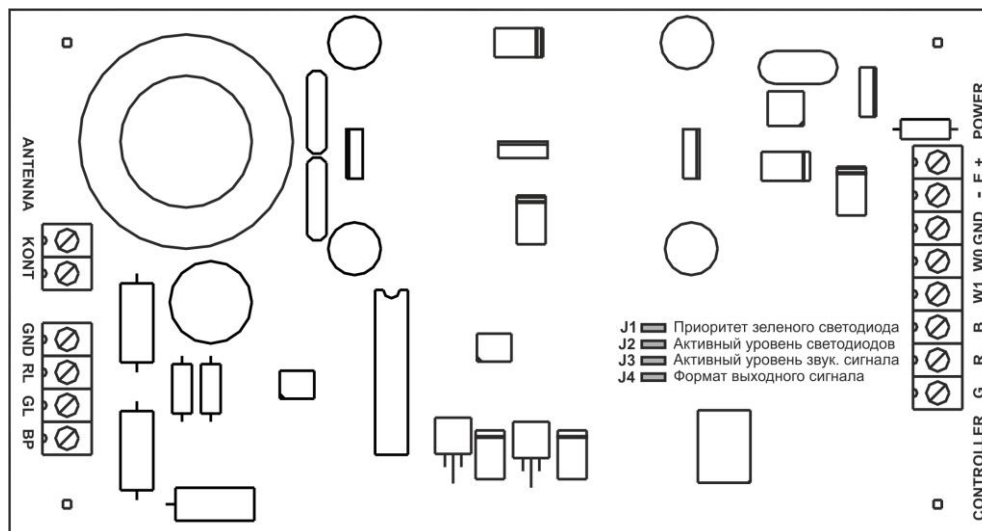

Рисунок 4. Плата блока электроники PR-A07
- Wiegand 26 бит. Данный режим установлен по умолчанию (перемычка J4 установлена, см. рис. 4). В режиме Wiegand код передается однократно. Следующий раз карта может быть считана в случае, если она была удалена из зоны считывания на время не менее 0,5 секунды.
Для индикации принятого контроллером решения имеется возможность внешнего управления зеленым и красным светодиодами, а также источником звукового сигнала считывателя. Активный уровень для включения светодиодов и звукового сигнала задается перемычками J2 и J3 (см. рис. 4). По умолчанию (когда перемычки установлены) включение светодиодов и звукового сигнала производится уровнем логического нуля (замыканием на общий провод).